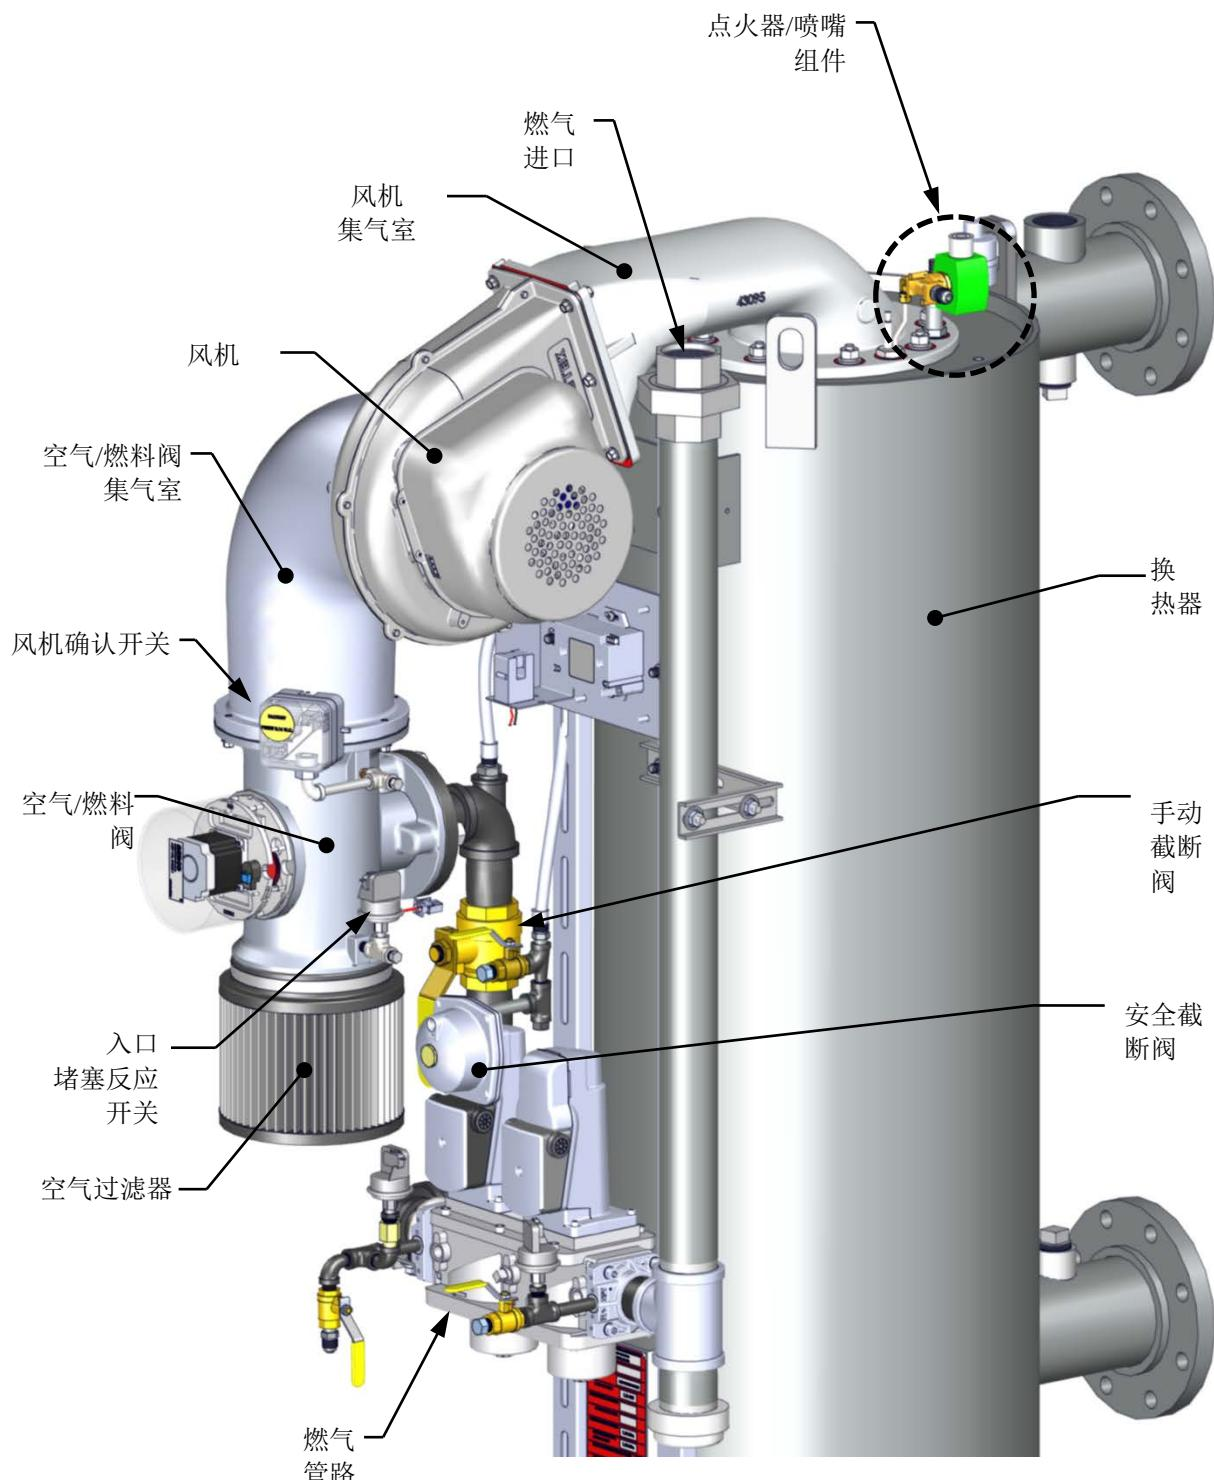

图 6-3：锅炉 - 部分视图
3. 关闭位于安全截断阀 (SSOV) 与空气/燃料阀之间的手动燃气截断阀 (参见图 6-3)。
8. 在确认火焰后，关闭位于 SSOV (图 6-3) 与空气/燃料阀之间的手动燃气阀。
这些测试将检查图 6-3 所示的风机确认开关和入口堵塞反应开关。
2. 请卸下空气过滤器 (参见图 6-3)。